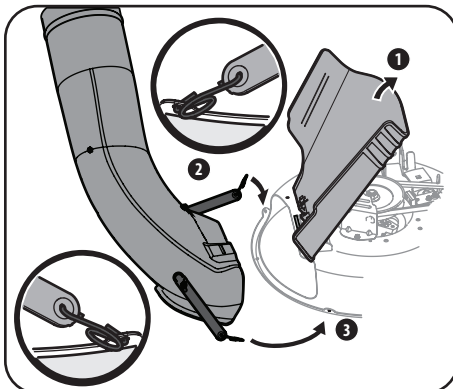

Figure 4-15
1. Fixez l'extrémité de la courroie (avec le trou le plus éloigné), puis insérez le crochet du ressort de torsion (732-04510A) de l'ensemble de quincaillerie dans l'autre extrémité de la courroie. Répétez les mêmes étapes pour fixer la courroie arrière. Voir Figure 4-15.